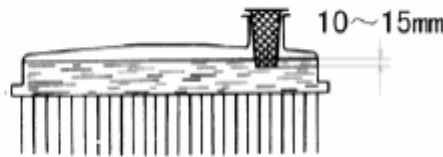

Рисунок 2-2
2) Снова залейте охлаждающую жидкость (воду) после остановки двигателя. Сначала заполните водяной бак (в котором имеются переливы для слива избытка жидкости), а затем запустите двигатель. Снова проверьте уровень воды (охлаждающей жидкости) через пять минут работы двигателя на холостом ходу. Если уровень воды расположен ниже заданной высоты (см. рисунок 2-2), то следует добавить воду (охлаждающую жидкость).